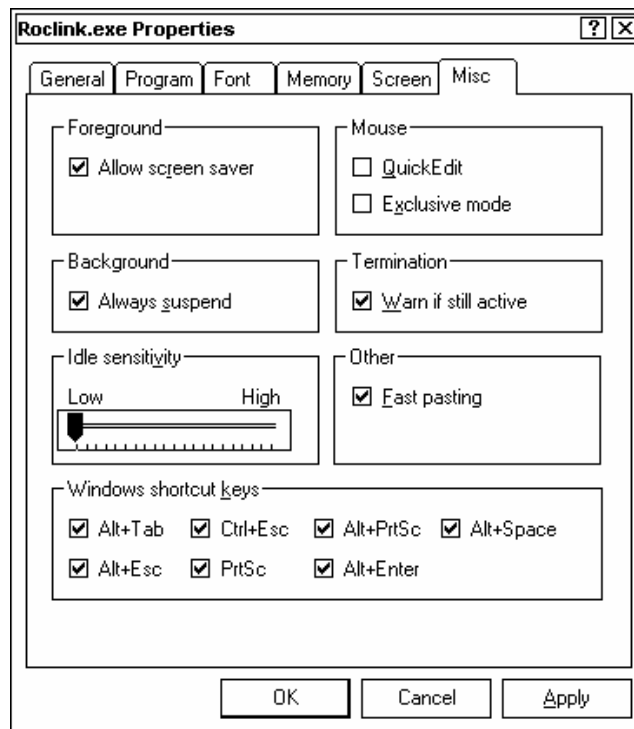

Figura 1-12. Propriedades do ROCLINK.EXE
4. Clique em **Misc** como exibido na Figura 1-12.